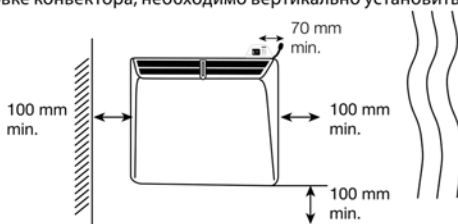

Рис. 4
6. При настенной установке конвектора, необходимо вертикально установить держатель Bullet Sensor с помощью самореза и дюпеля на стене как указано на рис. 4.